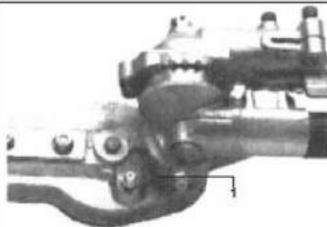

Fig.HT16
c. Glisser le carter hors du tube. Utilisant une burette d'huile, lubrifier le carter d'engrenage (Fig.HT16) (environ 10 grammes) jusqu'à ce que vous voyiez la graisse purgée du carter.